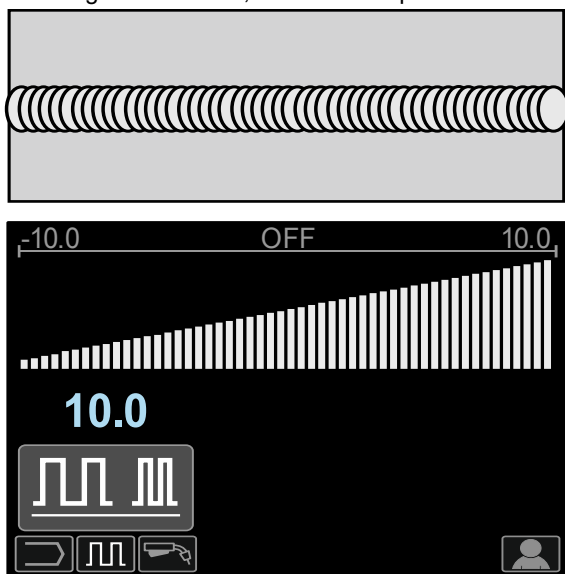

Abb. 83
- Frequenz über 0.0 – enge Schweiße und enger Riffelabstand, schnelle Arbeitsgeschwindigkeit. Abb. 83 zeigt den Abstand, wenn die Frequenz "+ 10" ist.